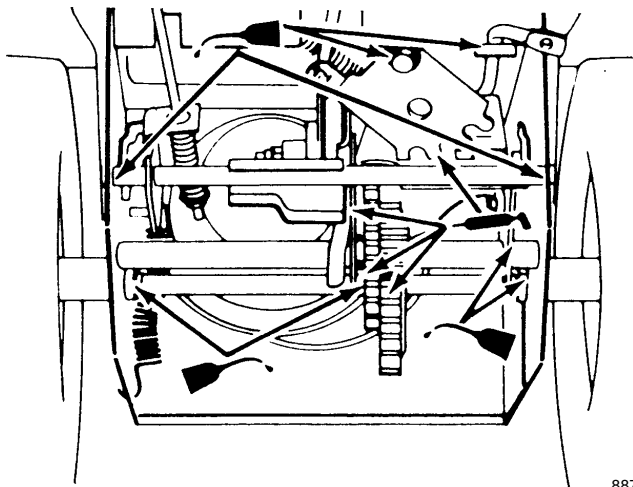

Figure 28
5. Lubrifiez légèrement la déneigeuse avec de l'huile légère comme illustré à la figure 28.
6. Graissez la déneigeuse comme illustré à la Figure 28.